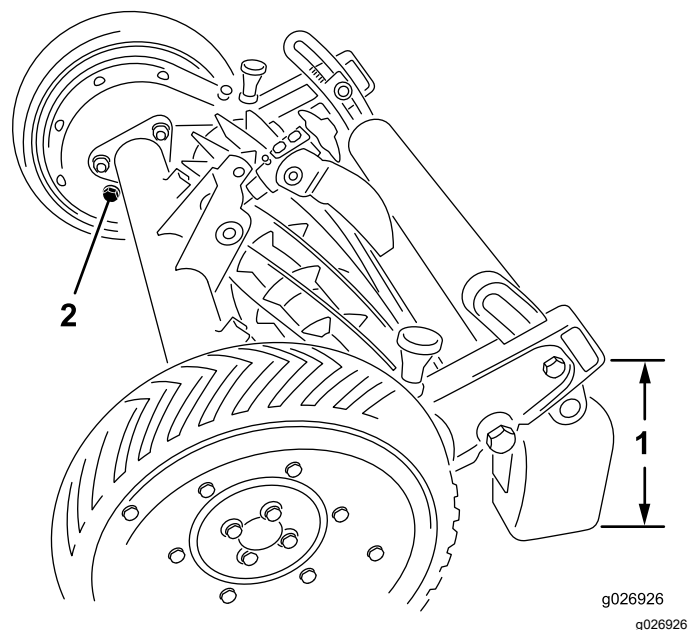

図 12
2. カッティングユニットの後部を持ち上げてローラの後方に延びているギアケースの底部と床面との距離が約 26 cm になるようにしてカッティングユニットを支える 図 12。
3. 各ギアケースの内側にある補給プラグを外す 図 12。ギアケース内部のオイル量を確認する補給口の高さまであれば適正。オイル量が適正であれば、補給プラグを元通りに取り付ける。